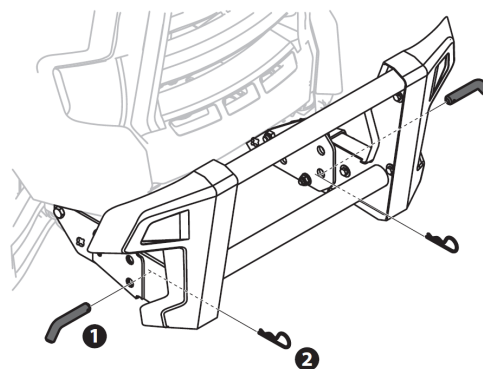

Figure 17
2. ブラシガードの左右にピンを取り付け、次に、ハードウェアバックにある2つの割りピンで固定します。図17参照。